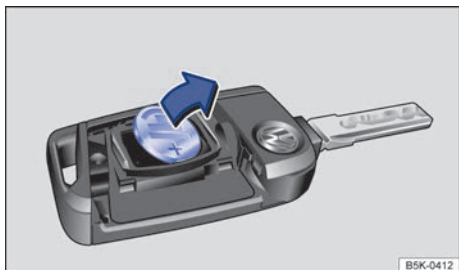

图 44 汽车钥匙：取出旧电池
- 用一合适的扁平器具从电池盒里撬出电池⇒图 44。
- 安放新电池，然后沿⇒图 44 箭头相反方向将其推入电池盒内⇒②。